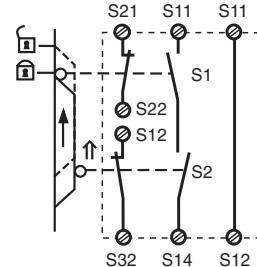

Fig. 7: Control de puerta de protección bicanal, rearne automático/Comando riparo mobile bicanale, start automatico/Tweekanalige hekbewaking, automatische start
- Fig. 7: rearne automático con control de puerta de protección: Con la puerta de protección abierta, el dispositivo se encuentra listo para el servicio a través del circuito de rearne S11-S14. Después de cerrar los circuitos de entrada S11-S12, S21-S22 y S12-S32 se cierran los contactos de seguridad.
- Fig. 7: start automatico con comando riparo mobile: il dispositivo, a riparo mobile aperto è pronto per il funzionamento tramite circuito di start S11-S14. Dopo la chiusura dei circuiti di ingresso S11-S12, S21-S22 e S12-S32 i contatti di sicurezza verranno chiusi.
- Fig. 7: automatische start bij hekbewaking: Het apparaat is bij geopend hek via het startcircuit S11-S14 startklar. Na sluiten van de ingangscircuits S11-S12, S21-S22 en S12-S32 worden de veiligheidscontacten gesloten.